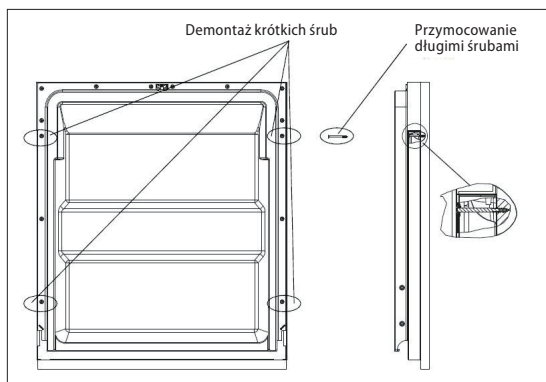

Rys. 15
- Na Rys.15 przedstawiono wymiary i położenie otworów na płycie kryjącej drzwiczek zmywarki. Wymiary podano w mm.